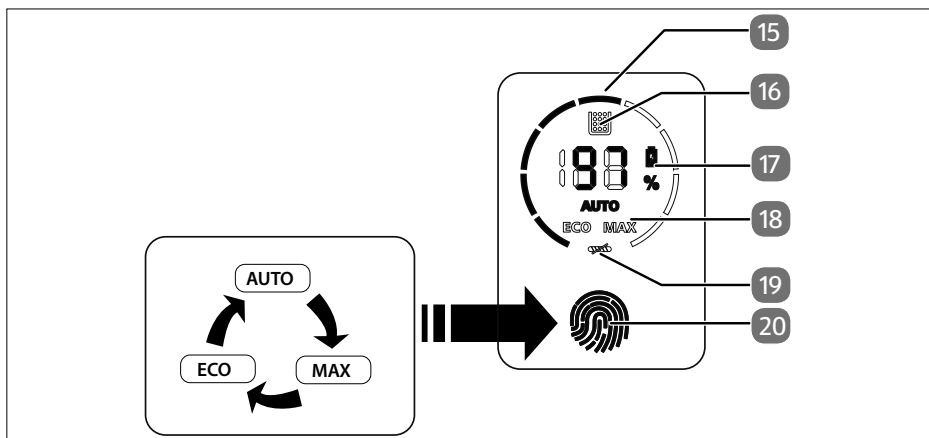

Abb. 2 – Bedienelemente
2. Schalten Sie den Staubsauger ein, indem Sie den Ein-/Ausschalter (21) drücken und halten. Arretieren Sie den Ein-/Ausschalter durch Drücken der Arretierungstaste (22).
4. Berühren Sie das Bedienfeld (20), um den Funktionsmodus **Auto**, **Max** oder **Eco** einzustellen (siehe Abb. 2).